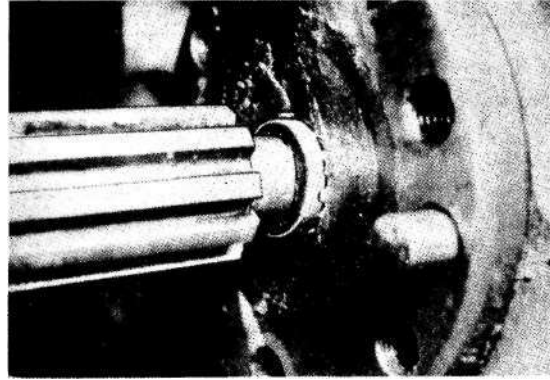

Bild 4-96
- b) Kupplungsführungsdorn (oder altes Getriebeantriebsrad) ansetzen und mit Gummihammer mit harten Schlägen Büchse austreiben (Bild 4-96) (Kupplungsführungsdorn, Gummihammer)